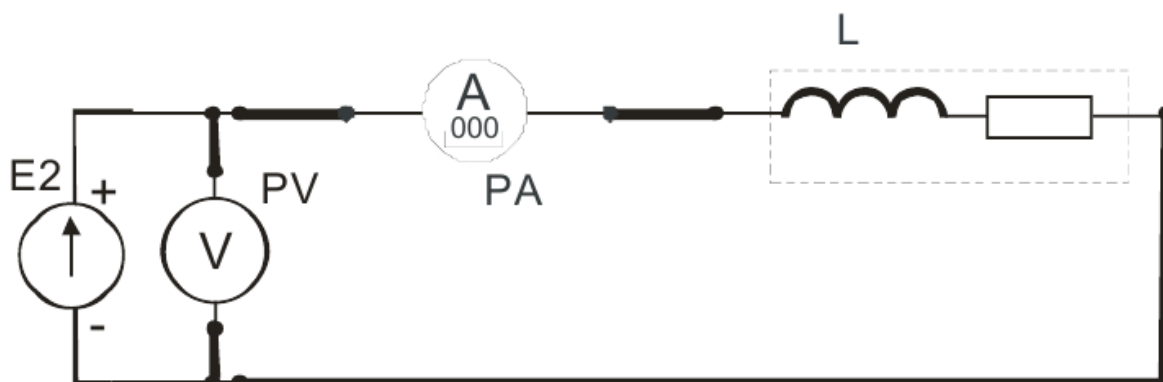

Рис. 4
2.6. Определить величину активного сопротивления катушки методом амперметра и вольтметра. Для этого подключить её к источнику постоянного напряжения E2 (рис. 4). Установить у цифрового амперметра режим измерения постоянного тока.